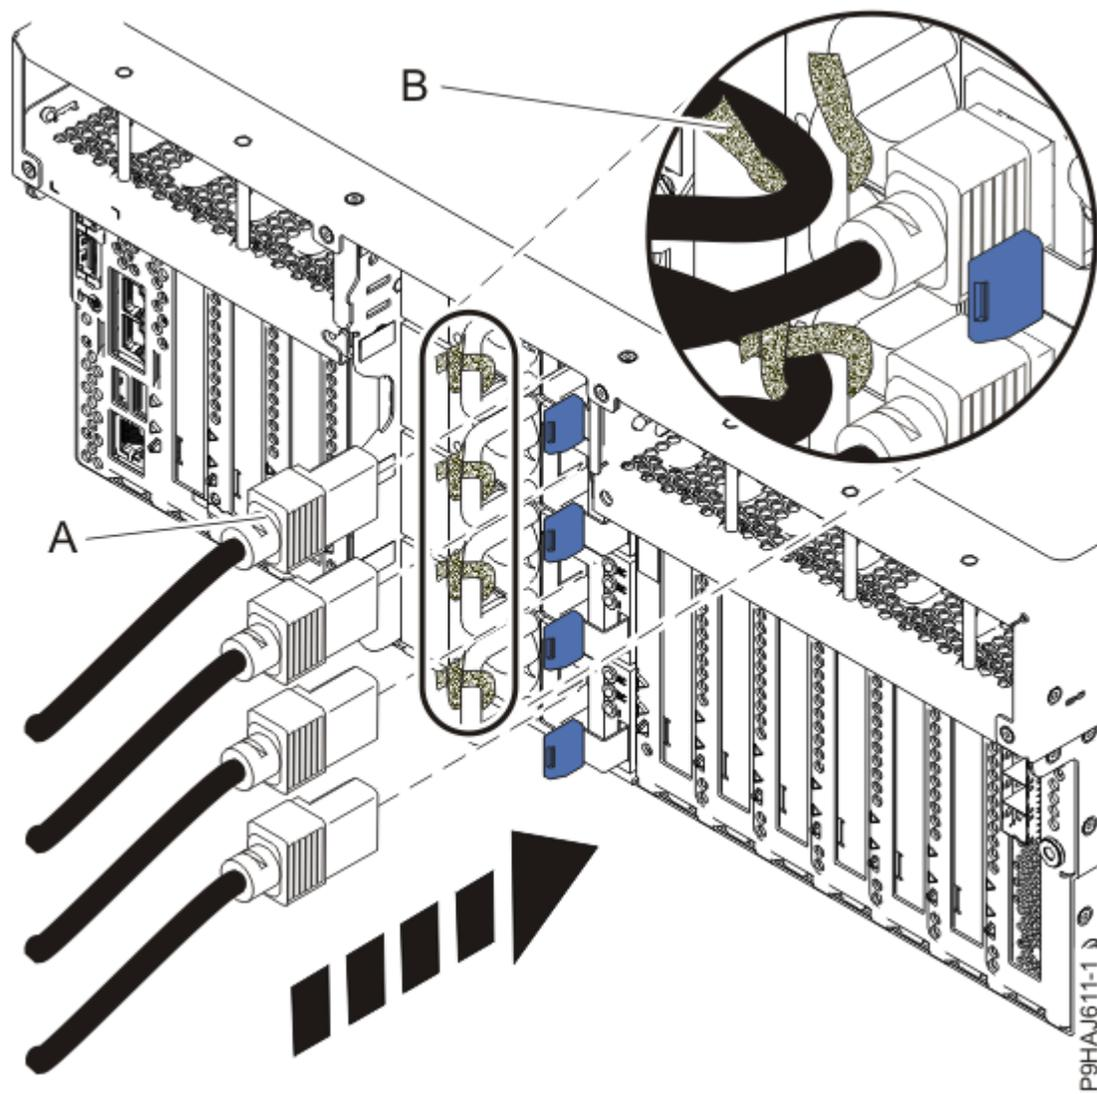
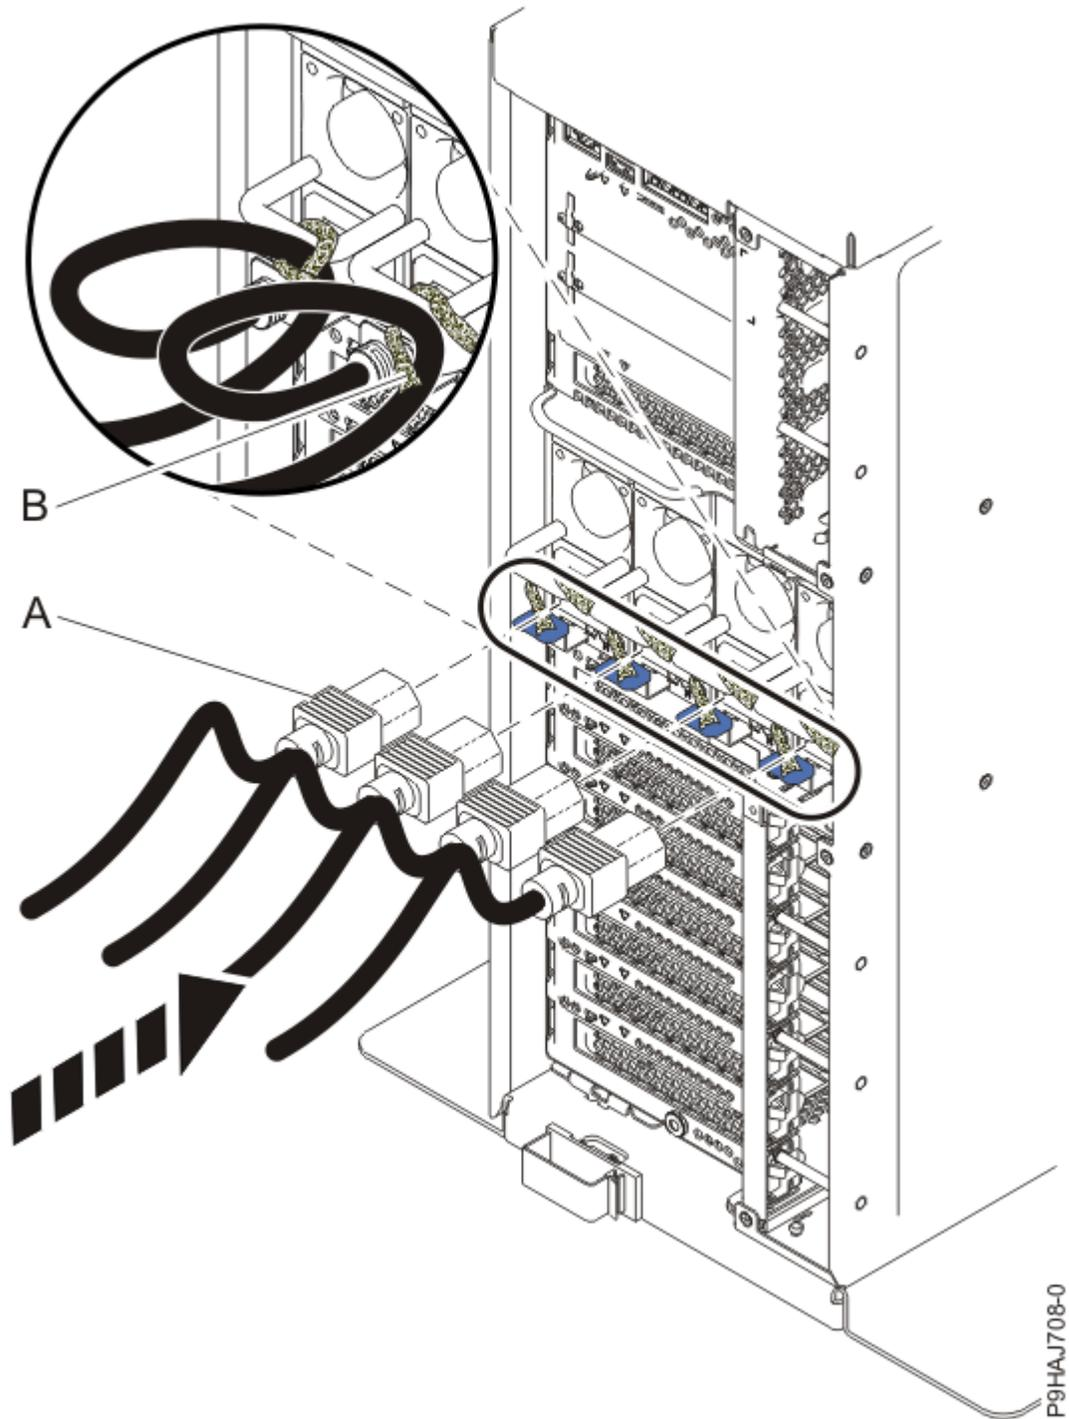

Figura 34. Conexión de los cables de alimentación a un sistema montado en bastidor
Figura 35. Conexión de los cables de alimentación a un sistema autónomo
7. Mediante las etiquetas, vuelva a conectar los cables de alimentación **(A)** a la unidad del sistema. Sujete los cables de alimentación **(A)** al sistema utilizando los mecanismos de sujeción **(B)** tal como se muestra en la Figura 34 en la página 36 o la Figura 35 en la página 37.